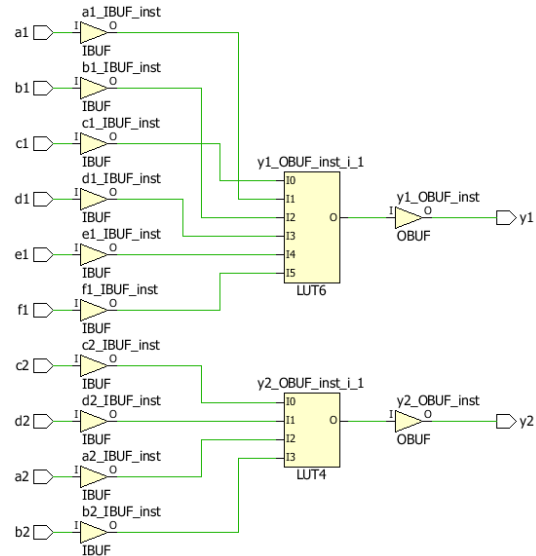

Figura 9. Diagrama do circuito sintetizado no Vivado utilizando o código do exercício 4.)
b) Ao sintetizar o código em VHDL desenvolvido foi obtido o circuito da Figura 9 que possui 12 pinos de I/O (10 de entrada e 2 de saída), conforme o esperado, e utiliza duas LUTs, de 6 entradas e 4 entradas.